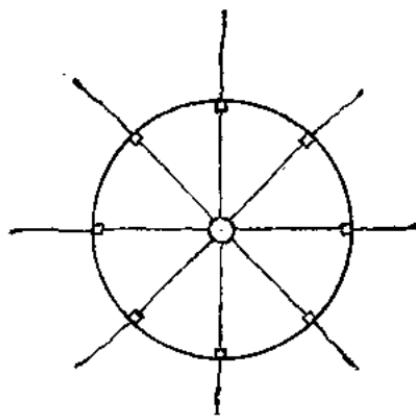

图 3
3. 把总结用图钉钉在伞的圆心里，顺着折痕由圆心到圆周放一条线，再剪八块小纸，把线沿伞边贴牢。然后拔去图钉，再用一块圆形小纸盖住总结（图 3）。